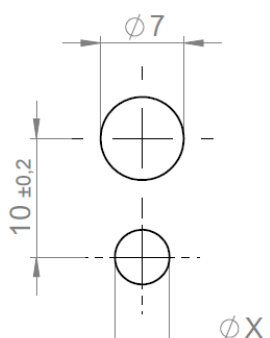

Abb. 36: Abstand der Bohrungen in der Haltekonstruktion (Unterkonstruktion) für den Schienenhalter
- Haltekonstruktion (Unterkonstruktion) für die Schienenhalter entsprechend Abb. 36 bohren. Der Durchmesser „X“ ist abhängig von der Dicke der Haltekonstruktion (Unterkonstruktion) und kann aus folgender Tabelle entnommen werden: